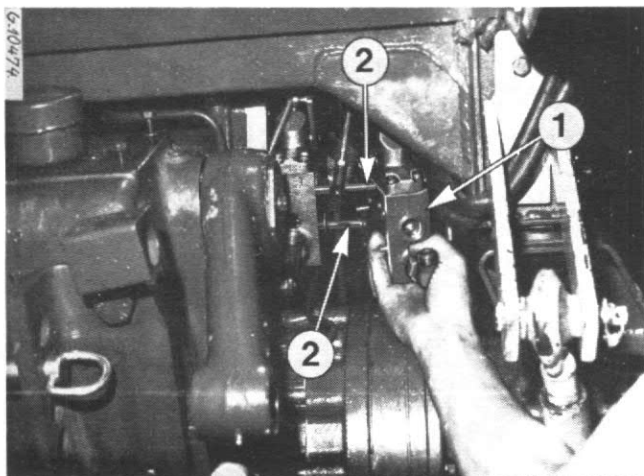

Fig. 11
- Oter les écrous des tirants (2, Fig. 11).